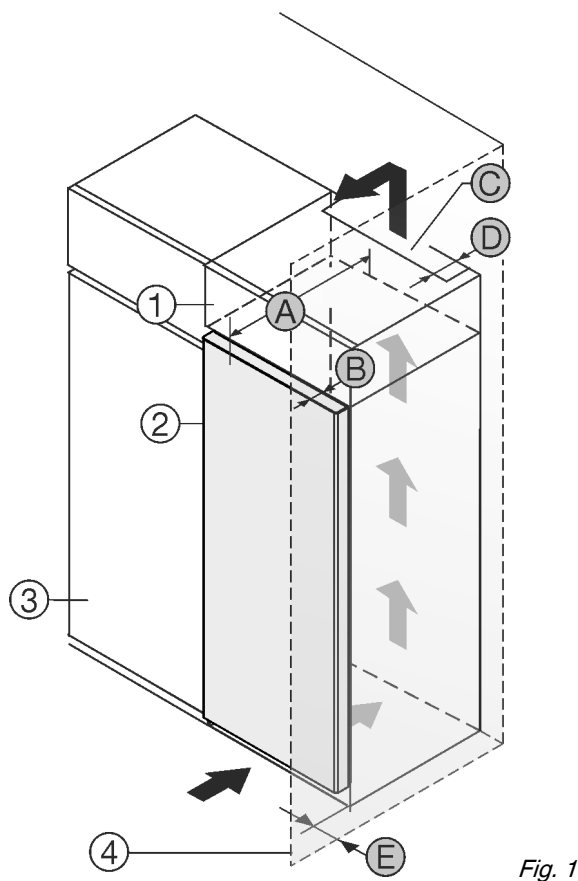

Fig. 1
Zariadenie postavte priamo vedľa kuchynskej skrine Fig. 1 (3).\*
Zariadenie postavte so vzdialenosťou 5 cm medzi zariadením a kuchynskou skriňou Fig. 1 (3).\*
Na zadnej strane nadstavnej skrine musí byť vetracia šachta s hĺbkou Fig. 1 (D) cez celú šírku nadstavnej skrine.\*
Pod stropom miestnosti sa musí dodržať prierez vetracieho otvoru Fig. 1 (C).\*
Ak je zariadenie umiestnené so závesmi vedľa steny Fig. 1 (4), vzdialenosť medzi zariadením a stenou musí byť minimálne 40mm. To zodpovedá presahu držadla pri otvorených dverách.\*